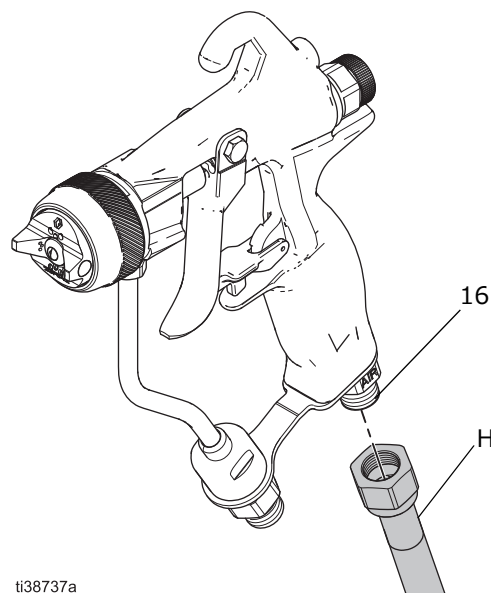

図 4: エアホースをガンに接続
1. ガンのエア供給ホース (H) をガンエアインレット (16) につなげてください。図 4。